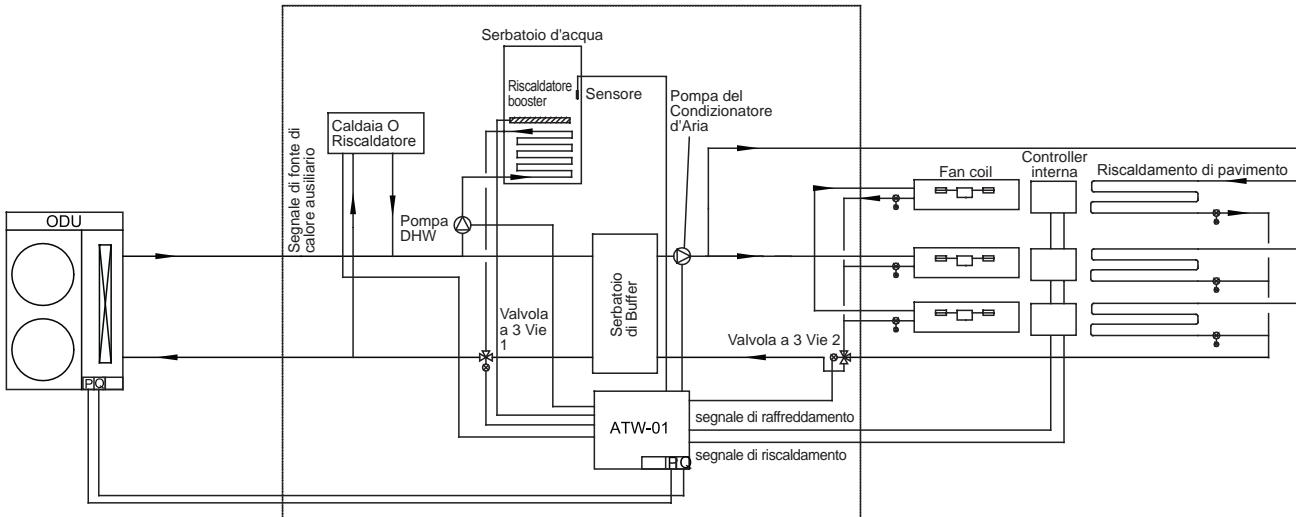

Fig.3 DHW controllato da YR-E27
- YR-E27 insieme al sensore di temperatura ACS (collegato a CN31) che verrà inserito nel serbatoio ACS mentre il PCB esterno BM1-1 verrà impostato su OFF (Fig.3);